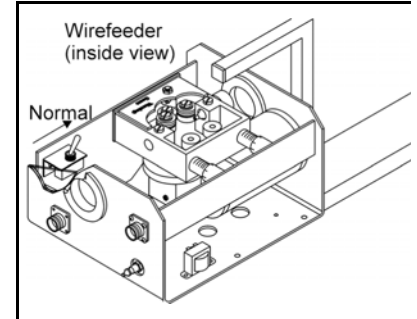

FIGURA 3-11. CONMUTADOR EN POSICIÓN NORMAL
7. Si su alimentador de alambre está equipado con la opción de empuje/tiro, coloque el conmutador en posición normal (consulte la Figura 3-11) antes de continuar con los siguientes pasos.